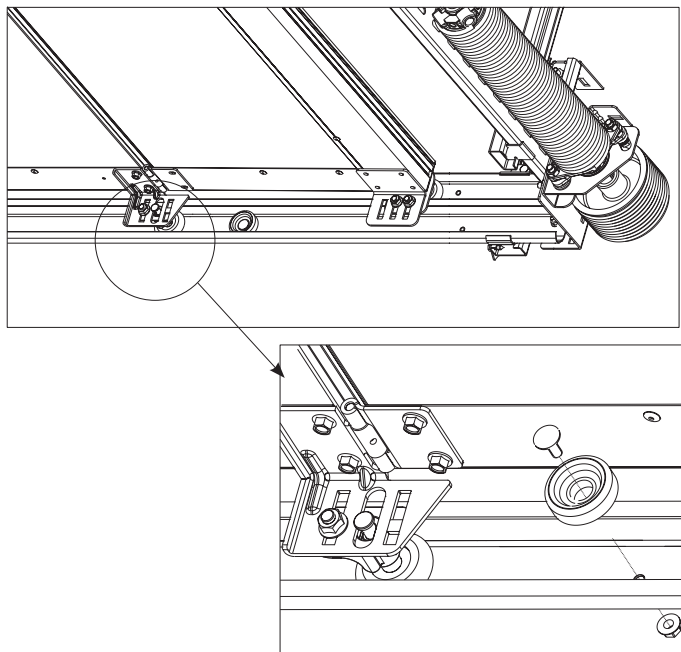

Рис. 42
- установить демпфер и закрепить его при помощи болта М6х16 с полукруглой головкой и гайки (рис. 42). Ограничители хода устанавливаются на левой и правой направляющих.